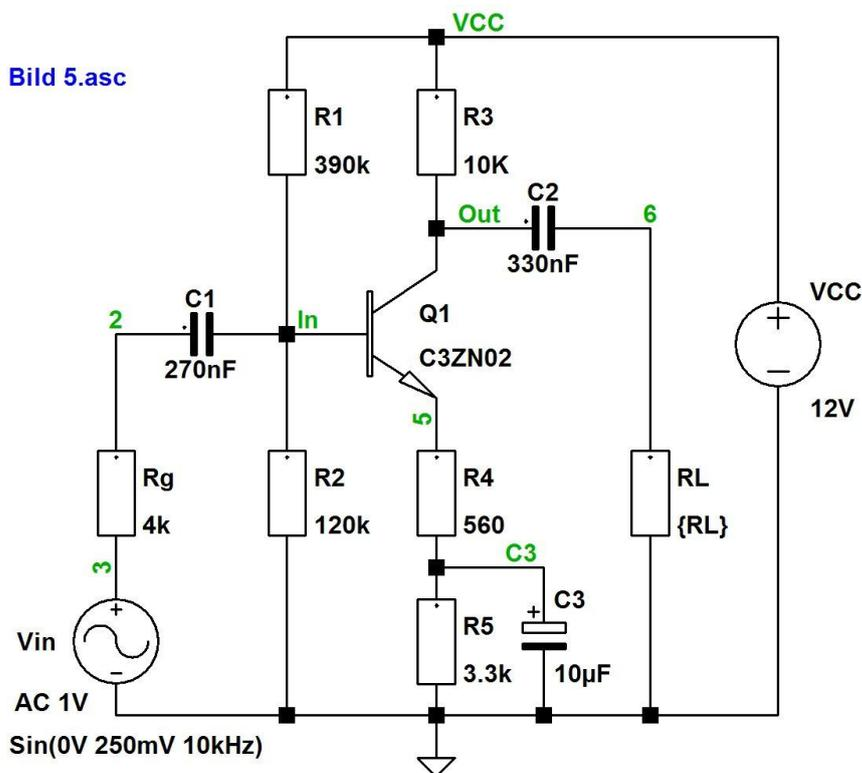

Bild 5:
Das Entstehen einer Schaltung wird am besten anhand eines einfachen Beispiels beschrieben. Wir wählen hier einen Verstärker mit nur einem Bipolar-Transistor, siehe **Bild 5**. Die Schaltung soll hier den Namen `Verst-1.asc` erhalten und in einem Unterordner des vorbereiteten Ordners `Schematic` (siehe Abschnitt 2.1) abgespeichert werden. Der Unterordner erhält den Namen `Projekt_1`.
- Leitungen können gekreuzt werden. Dabei entsteht keine Verbindung an der Kreuzungsstelle. Um eine Verbindung herzustellen, muss eine Leitung bis zum Anschlusspunkt geführt und dann durch **Links**-Klick die Verbindung hergestellt werden. Der Vorgang wird durch **Rechts**-Klick oder **ESC** abgeschlossen. Die fertig *verdrahtete* Schaltung ist in **Bild 5** wiedergegeben.
LT-SPICE wandelt die gezeichnete Schaltung schon vor Beginn der Simulation in eine Circuit-Datei um. Diese wird automatisch erzeugt. Sie kann nach der Schaltungseingabe durch View SPICE Netlist dargestellt werden. Zu der in **Bild 5** gezeigten Schaltung hat sie folgendes Aussehen:
* D:\Schematic\Projekt_1\Bild 5.asc
Im Folgenden werden für die in **Bild 5** gezeigte Schaltung einige Simulationen beschrieben und die Darstellung der Ergebnisse erläutert.
- In der Schaltung **Bild 5** die Transienten-Anweisung `.Tran 0.2ms` entfernen und durch die Arbeitspunkt-Anweisung `.OP` (Operation Point) ersetzen, damit nur die Arbeitspunkte ermittelt und sofort angezeigt werden.
The screenshot shows the status window of LTspice IV displaying the results of a DC operating point analysis. The window title is `* D:\Schematic\Projekt_1\Bild 5.asc`. The content is as follows: